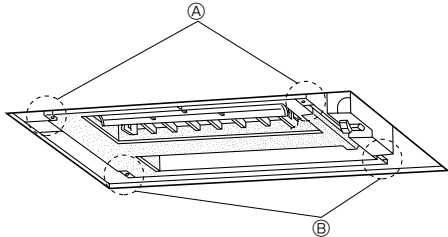

Рис. 5-2
①	Вентиляционная решетка	1
②	Винт	6	M5 × 0,8 × 16
③	Винт	1	4 × 16
5.2. Контрольные проверки перед установкой на место (Рис. 5-2, 3)